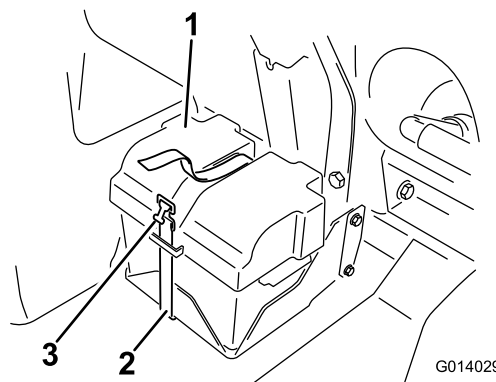

Figure 81
- Déposez le couvercle de la batterie et débranchez le câble de masse négatif (noir) de la borne de la batterie (Figure 81).
4. Posez le couvercle de la batterie et fixez-le avec la sangle que vous avez retirée précédemment (Figure 81).